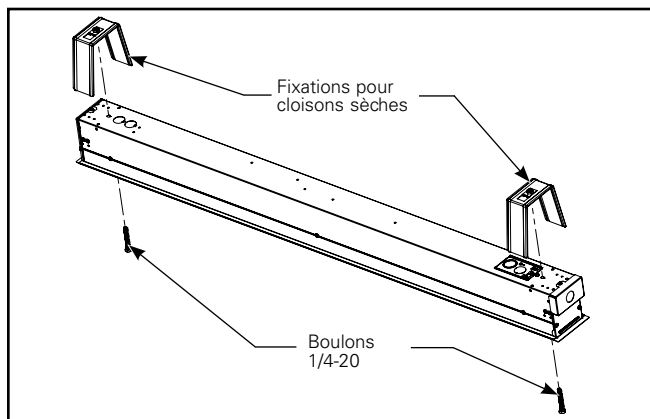

Figure 6.
- Une fois que le plateau est retiré, installez les fixations pour cloisons sèches. Enlevez les entrées défonçables à chaque extrémité du luminaire et installez le boulon 1/4-20 dans les trous et dans les fixations provenant de la trousse de fixation pour cloison sèche. Voir la figure 6.